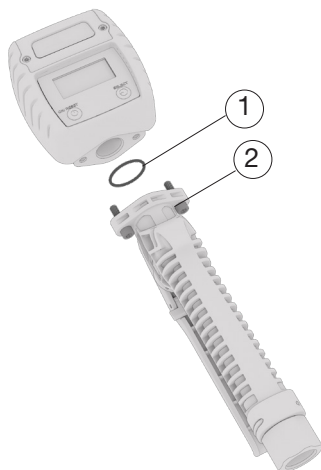

Fig. 2
- För att ansluta ventilen till ledningen, håll fast slangen och gänga på sviveln. Täta anslutningen genom applicering av tätningsmedel eller PTFE-tejp (Fig. 2).
- En mätare kan fästas på pistolen med hjälp av flänsen. Använd en O-ring 24 x 2 mm (1) och 2x M5 x 14-skruvar (2) för montering.